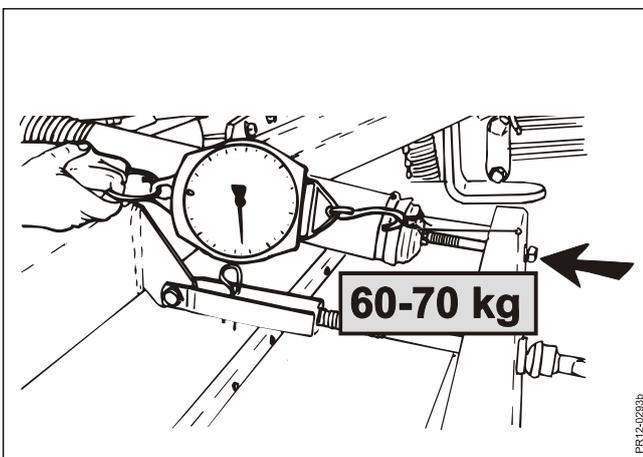

Fig. 3-15
- Fig. 3-15** Le contre-écrou **C** est desserré et le réglage est fait par la tige **D**. Régler à une pression **d'environ 60-70 kg** de chaque côté.